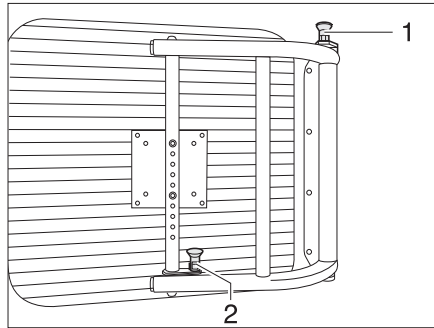

Fig. 7 Support à bras pivotant
- Faire retourner l'écran plat dans sa position initiale jusqu'à ce que les deux boutons de déverrouillage s'enclenchent (Fig. 7,1 et 2).